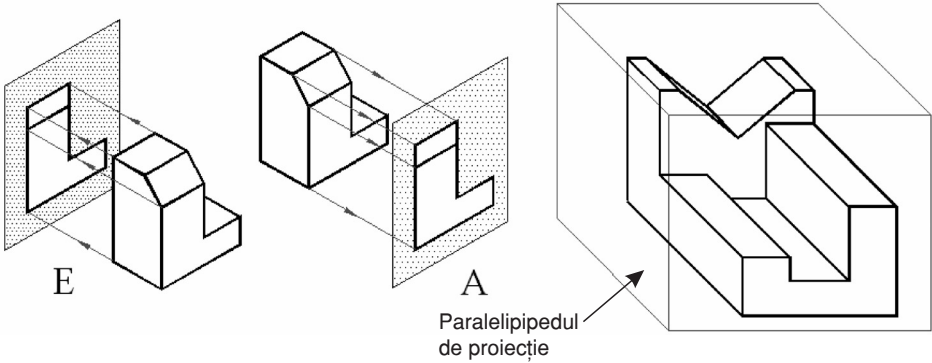

Fig. 10.4 Metode de proiecție
- planul de proiecție se află în spatele obiectului (metoda europeană) – Fig. 10.4, E;
- planul de proiecție se află în fața obiectului (metoda americană) – Fig. 10.4, A.
Obiectul reprezentat, plasat în interiorul unui paraleliped de proiecție, ca în Fig. 10.4, se proiectează pe fețele acestuia. După rabaterea fețelor paralelipedului de proiecție, se obțin cele șase proiecții ortogonale principale ale obiectului.